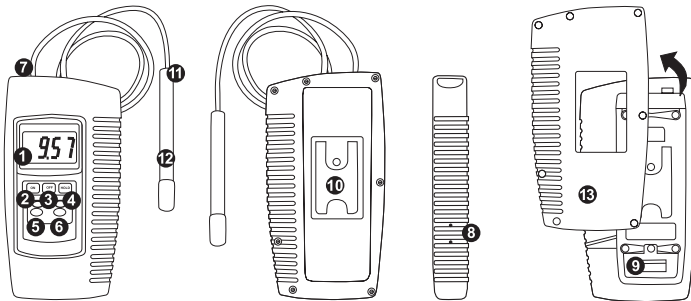

Abbildung 1
- 1) Leitfähigkeits-Elektrode (Figure 1, 12) mit dem Elektrodenanschluss verbinden (Abb. 1, 7).
- 3) Bereich 2 mS/cm oder 20 mS/cm mit der entsprechenden Taste auswählen (Abb. 1, 5 or 6).
- 4) Leitfähigkeits-Elektrode (Abb. 1, 11), in die Probe eintauchen.
- ii) 2 mS/cm-Bereich wählen (Abb. 1, 5).
- iii) Leitfähigkeits-Elektrode in die Kalibrier-Lösung eintauchen (Abb. 1, 11).
- ii) Vor dem Batteriewechsel ist die Schutzarmierung zu entfernen. Zum Austausch der Batterie den Batteriefachdeckel an der Rückseite des Gerätes lösen (Abb. 1, 9).